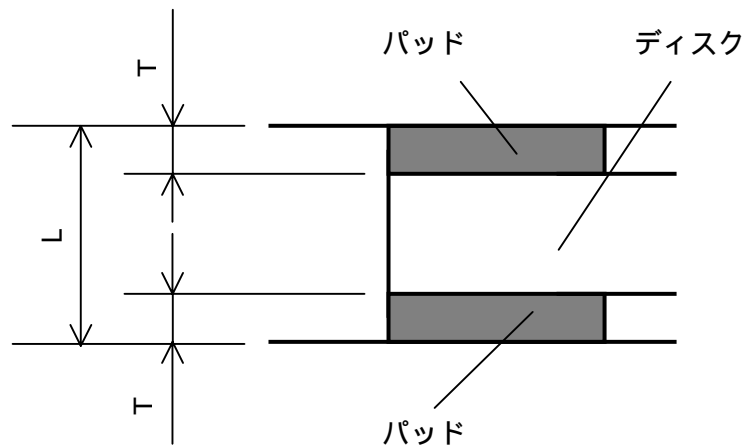

図2. ライニング拡大図
1 片側パッド厚さ (T) が $T > 1.5$ を満たしている場合の基準です。(図 2)